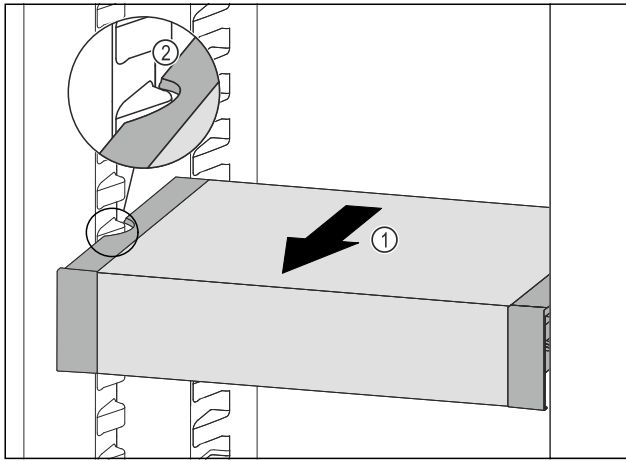

Fig. 84
- ▶ Predal VarioSafe povlecite naprej Fig. 84 (1), dokler nista stranska izreza predala VarioSafe na višini nastavka za posodo v hladilniku. Fig. 84 (2)